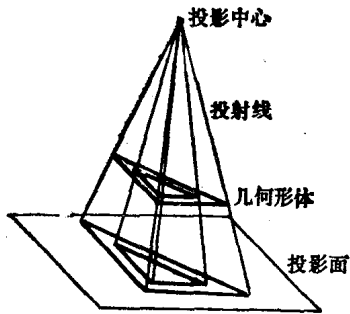

图1-5 中心投影
1. 中心投影 在日常生活中我们会发现，如果将三角板放在电灯泡与桌面之间，桌面上就有一个放大的三角形影子，这种现象就叫做投影。因光源是从投影中心发出的，所以这种投影称为中心投影，如图1-5所示。用中心投影法得到的图形不能反映物体的真实大小，所以，机械图样不采用中心投影。